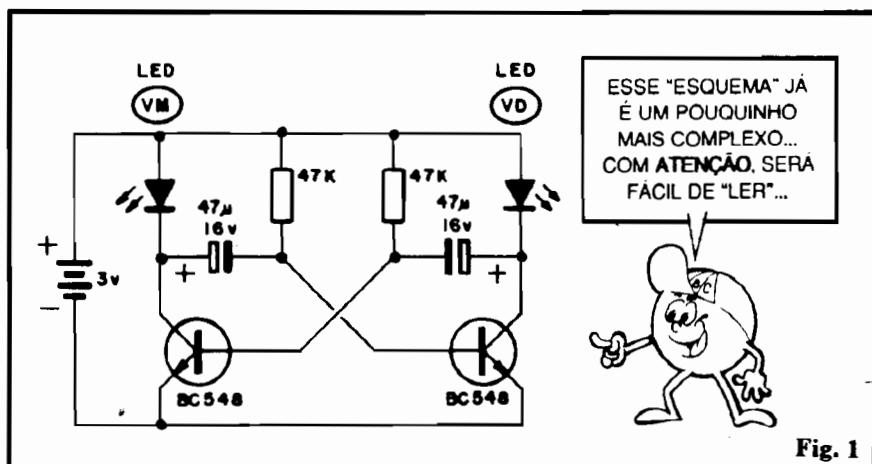

Fig. 1
- FIG. 1 - Esquema do circuito do PISCA-PISCA ALTERNADO BICOLOR. Os componentes são poucos, porém a montagem já se mostra um pouquinho mais complexa do que a anteriormente mostrada. O Leitor/Aluno deve, desde esse seu início de aprendizado, procurar **entender** e familiarizar-se com a "leitura" e interpretação dos esquemas e diagramas. Para tanto, deverá observar sempre com atenção (procurando também decorar...) a simbologia adotada para representar os componentes e interligações. Comparar a aparência e o símbolo de cada componente, bem como relacionar visualmente o esquema com o chapeado, é o melhor e mais eficiente exercício para essa assimilação e memorização...